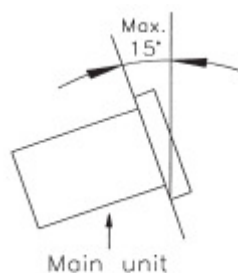

Figure 1
• Le lecteur fonctionnera normalement si l'unité est montée de sorte que le panneau avant forme un angle de 15° avec la verticale. Si l'unité est trop inclinée, il est possible que les disques ne soient pas chargés ou éjectés correctement. (Figure 1)